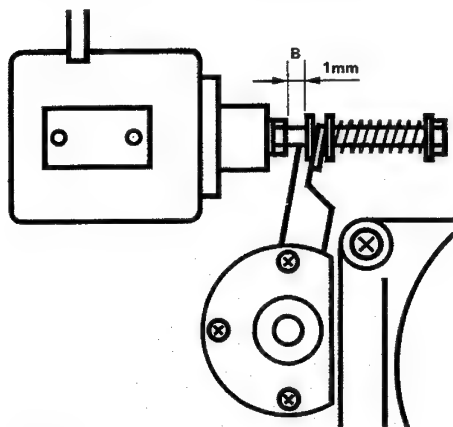

Fig. 4.3.-2
- Par l'intermédiaire d'un fil de nylon fixé d'une part sur l'axe du galet presseur (éventuellement dévissez le couvercle de l'axe) et d'autre part à un dynamomètre. Tirez le bras dans la direction A (fig. 4.3.—1) jusqu'à ce que le galet presseur décolle de l'axe de cabestan. Le dynamomètre doit alors indiquer $13 \text{ N} \pm 1 \text{ N}$ ($1,3 \text{ kp} \pm 0,1 \text{ kp}$).
- Andruckkraft kontrollieren und wenn nötig mit Schraube C justieren. (Fig. 4.3.-2).
- Measure pinch roller force and adjust with screw C if necessary. (fig. 4.3.-2)